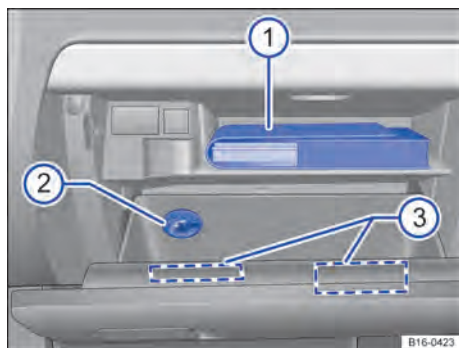

Fig. 152 Porta-luvas aberto.
Legenda para Fig. 152:
A literatura de bordo encontra-se na parte superior do porta-objetos → Fig. 152 ①.